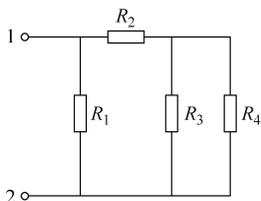

图 1-1
1. 如图 1-1 所示, $R_1 = 4\Omega$, $R_2 = 2\Omega$, $R_3 = 3\Omega$, $R_4 = 6\Omega$, 求等效电